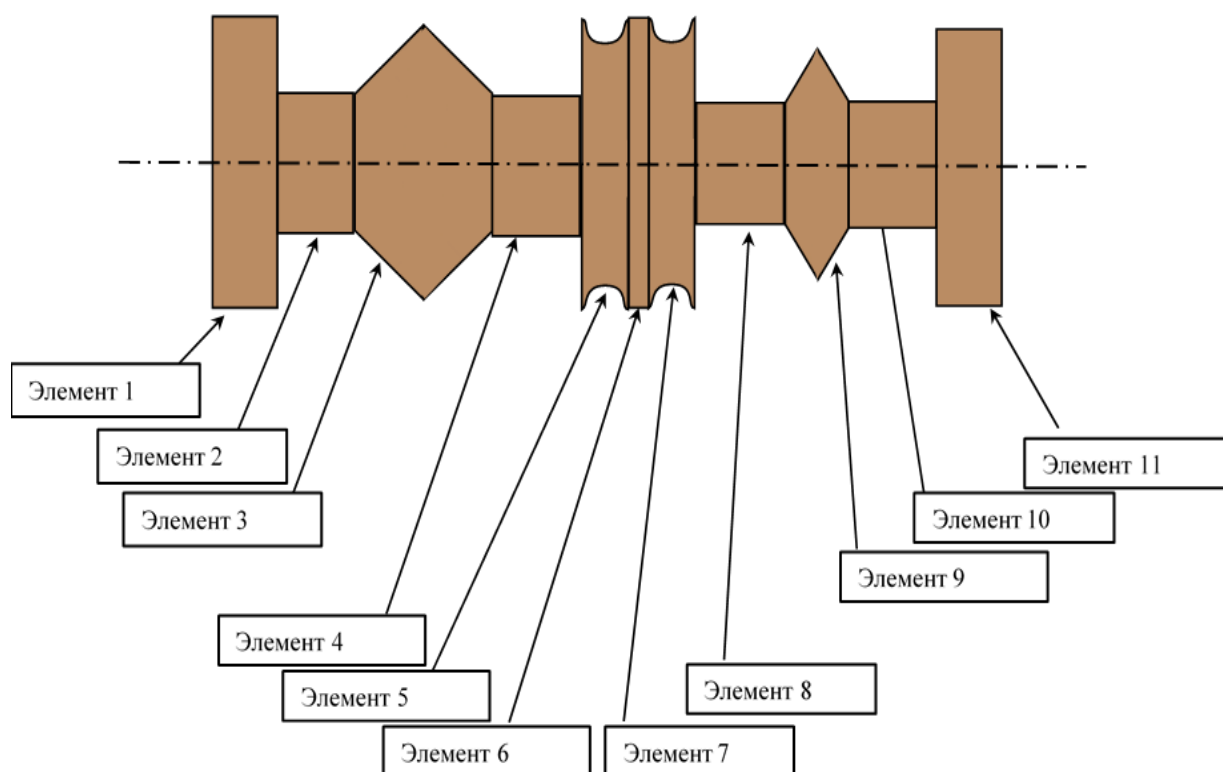

Рис.1
**1.** По представленной на рис. 1. детали и в полном соответствии со значениями, указанными в таблице разработайте чертёж детали. Форму изделия, изображённую на рисунке, сохраните без изменений. На правом